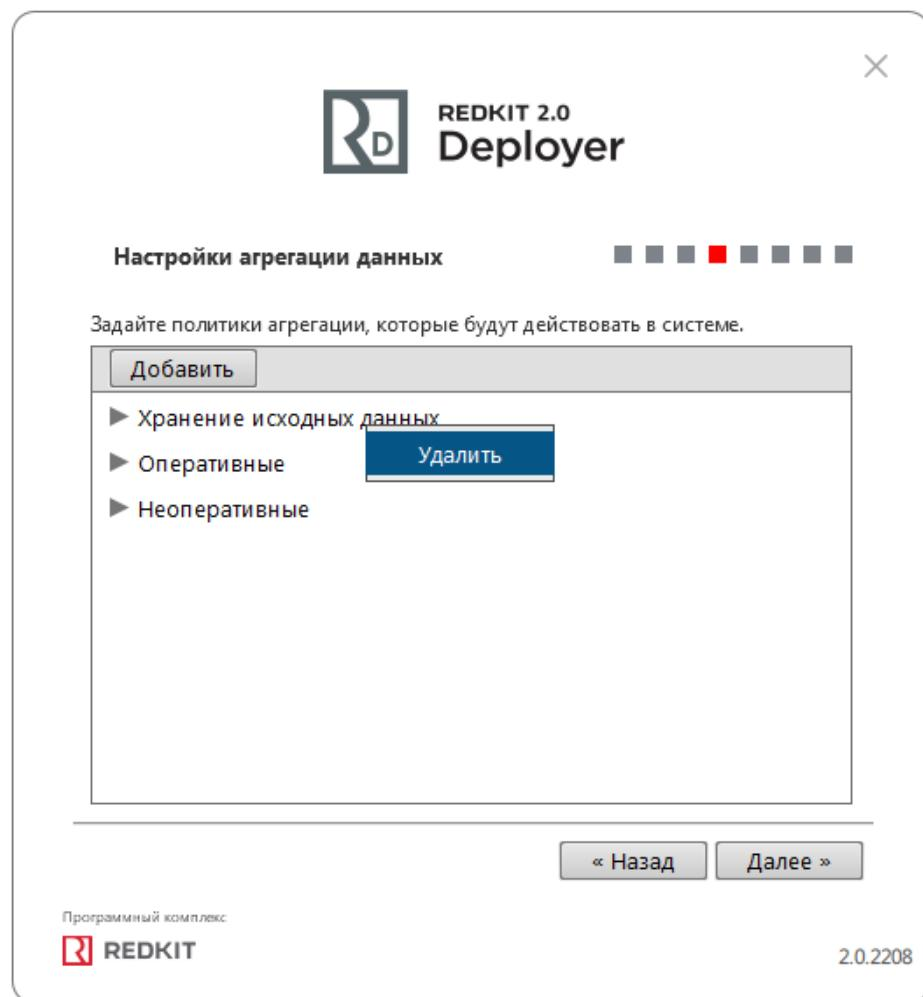

Рисунок 123 - Удаление политик агрегирования
**Удаление политик:** нажмите ПКМ по политике и выберите Удалить (Рисунок 123).